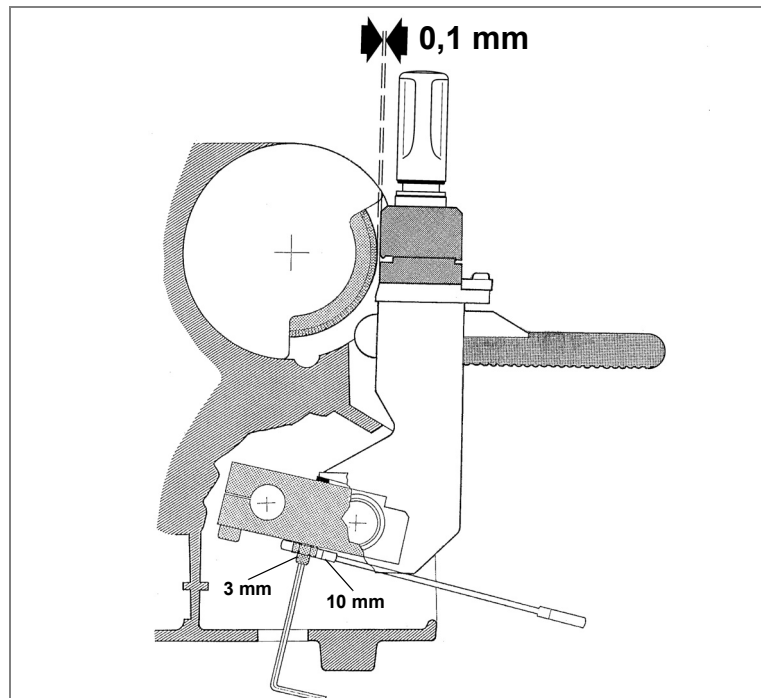

Fig. 29
- 2) Bevrijd de slede en breng hem volledig omhoog (tot tegen de frees) tot op het einde van het looptrajectcorsa (fig.29).